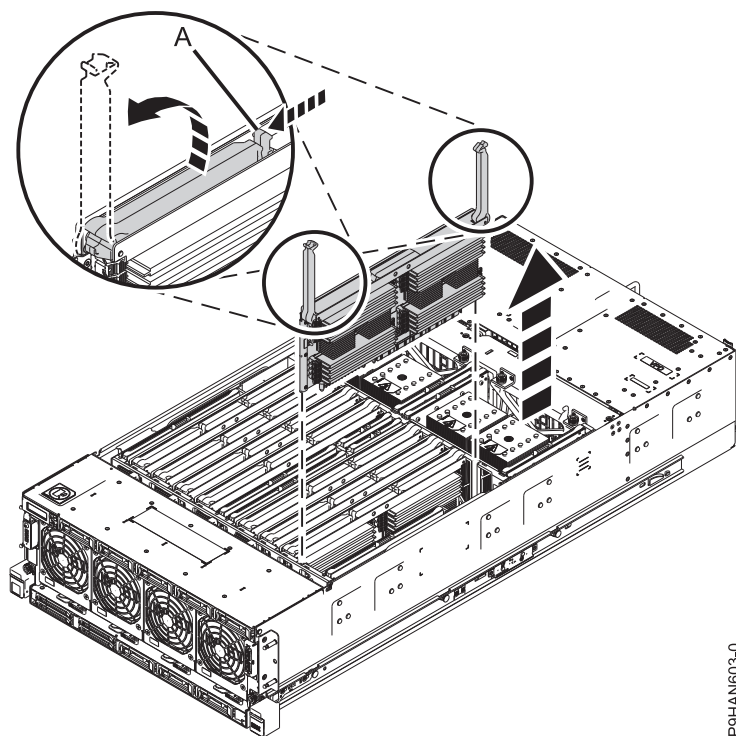

Figura 10. Extracción de una tarjeta de expansión de memoria
- a. Abra los pestillos de liberación (A) en la tarjeta de expansión de memoria como se muestra en la Figura 10 en la página 13. Abra los pestillos a la posición de 90 grados totalmente vertical.